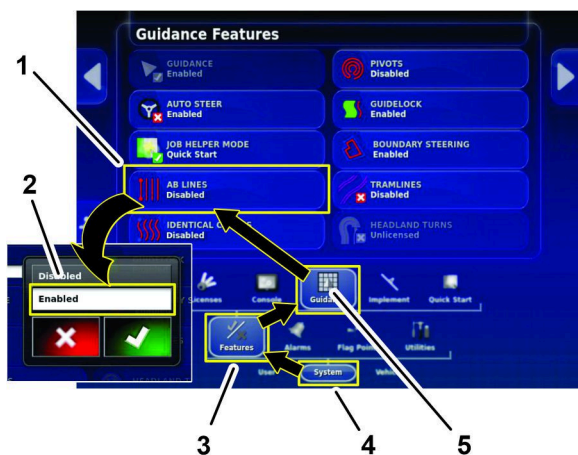

図 157
1. システムアイコン、機能アイコン、およびガイダンスアイコンを押します(図 157)。
2. ABラインアイコンを押します。(図 157)
3. ダイアログボックスで、有効化アイコンを押し、確認アイコンを押します(図 157)。